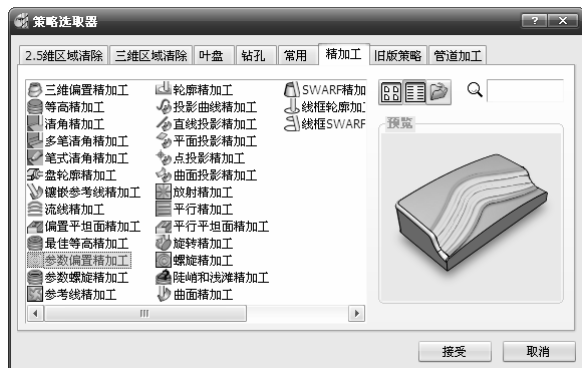

图 3-183 “策略选取器”对话框
1) 单击主工具栏上的“刀具路径策略”按钮 , 弹出“策略选取器”对话框，单击“精加工”选项卡，在弹出的精加工策略选项中选择“参数偏置精加工”加工策略，如图 3-183 所示。单击“接受”按钮完成。